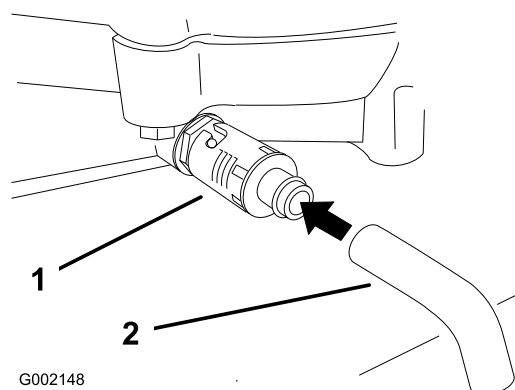

Figure 34
5. Placez un bac sous la vidange. Tournez le robinet de vidange d'huile pour permettre à l'huile de s'écouler (Figure 34).